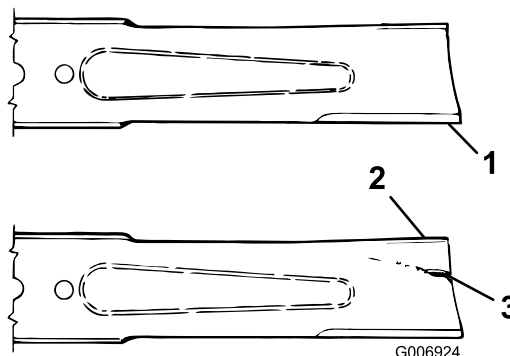

Figura 86
- Verificate accuratamente i taglienti, con particolare attenzione ai punti d'incontro delle sezioni piatta e curva della lama (Figura 86). Se riscontrate segni di usura (Figura 86), sostituite